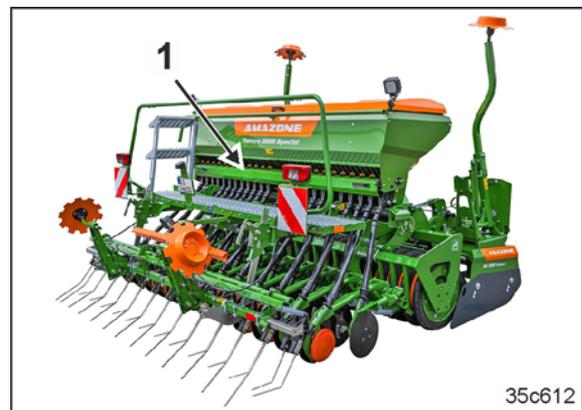

Fig.64
- Aufbau-Sämaschine, mechanisch (Fig.64/1)